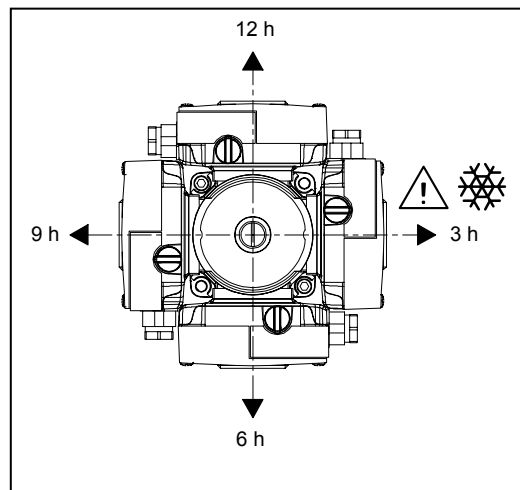

Рис. 4
- Для правильного расположения клеммной коробки корпус мотора можно повернуть после отворачивания винтов крепления мотора. Возможное расположение клеммной коробки показано на рис. 4.